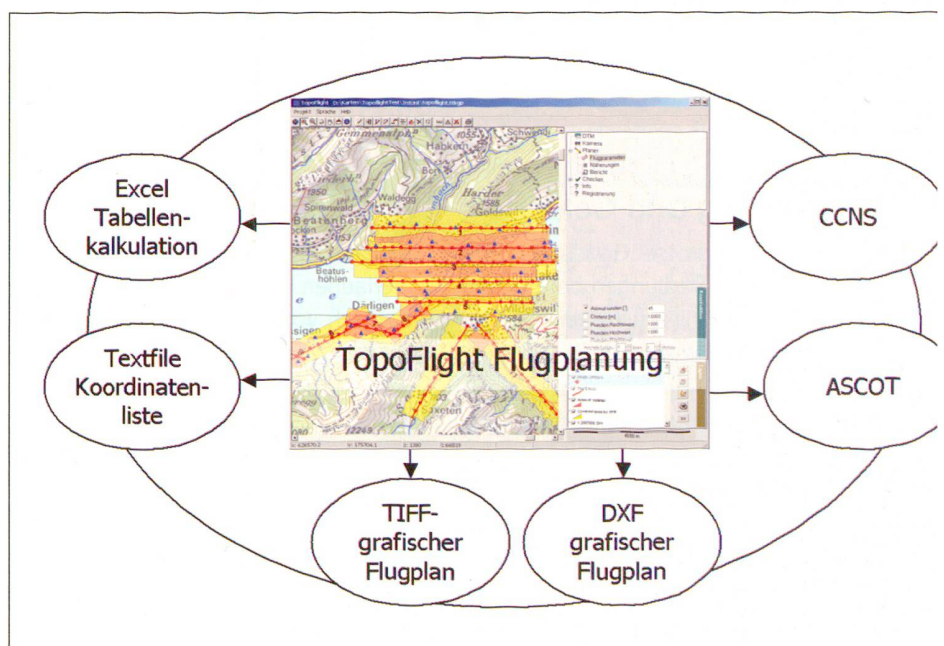

Abb. 3: Der Flugplan muss weitergegeben werden können an Tabellen-, Grafik- und Kamerasysteme.
Somit können Preisanfragen sehr rasch und präzise erledigt werden. Weil der Flugplan bereits im Moment der Auftragsvergabe fertig ist, kann er digital in das Kameramanagementsystem übertragen werden. TopoFlight unterstützt zur Zeit direkt die Systeme ASCOT und CCNS. Andere Systeme können über den Textfiletransfer bedient werden (Abb. 3).
- der Flugplan muss weitergereicht werden können an Kamerasysteme (wie ASCOT, CCNS), an grafische Systeme (Shape, DXF, TIFF) und an Tabellensysteme (Excel, Textfile). Vergleiche dazu Abbildung 3.